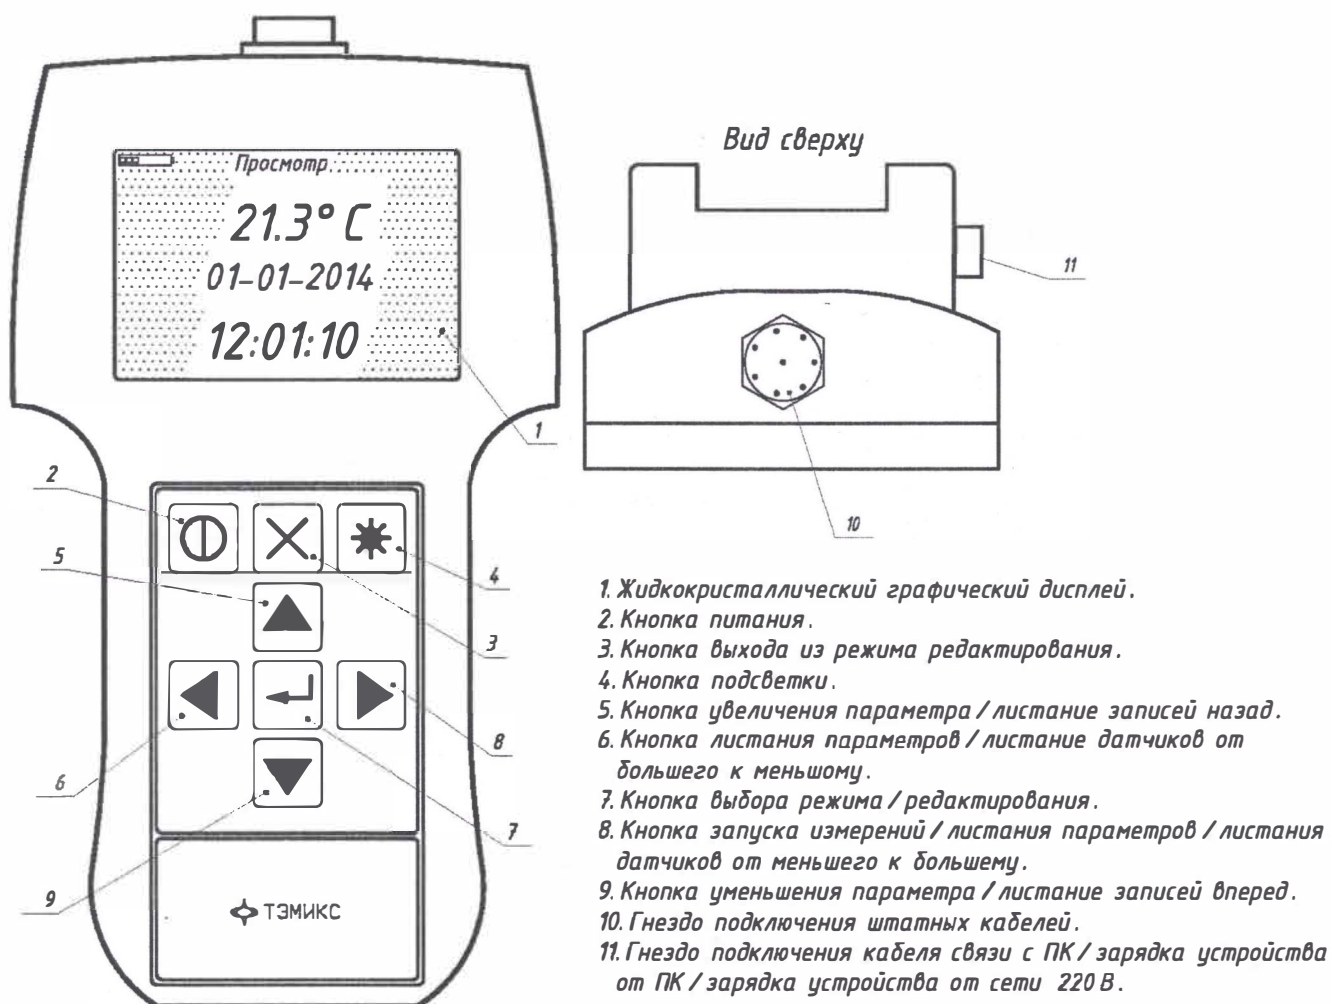

Рисунок 1. Модуль индикации ПИП-2М
Внешний вид прибора представлен на рис.1.
6.1.1 Подключить соответствующий штатный кабель к гнезду прибора (поз.10 рис.1).
6.5.1 Для зарядки устройства необходимо подключить кабель связи с ПК/зарядки к гнезду прибора (поз. 11, рис.1).